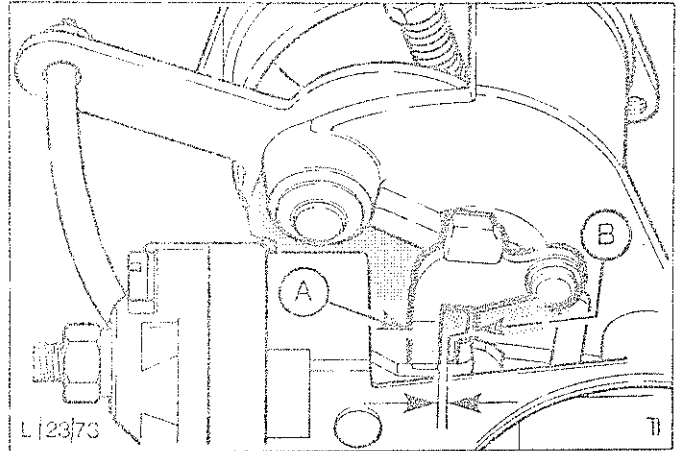

Abb.39 Abstand der Dämpfungsfeder prüfen
- c) Abstand zwischen der Dämpfungsfeder "B" und dem Zwischenhebel "A" (Abb.39) mit einem Bohrer prüfen.